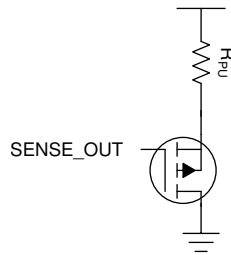

图 7-7. PG 引脚上拉至另一电源轨的其他元件
由于电源正常 (PG) 引脚在内部上拉至输出轨，因此该引脚不能像典型开漏 PG 输出那样上拉至任何外部电压。如果必须将该信号上拉至另一个逻辑电平，则可以使用 PMOS 晶体管和上拉电阻器实施外部电路。实施 图 7-7 所示的电路可将输出上拉至任何逻辑轨。如果使用 PMOS 晶体管，请务必选择具有低阈值电压的晶体管，因为这决定了输出低电压。这也可以使用 NMOS 晶体管来完成，但 NMOS 晶体管会反转逻辑。此实现还允许使用外部上拉电源轨。